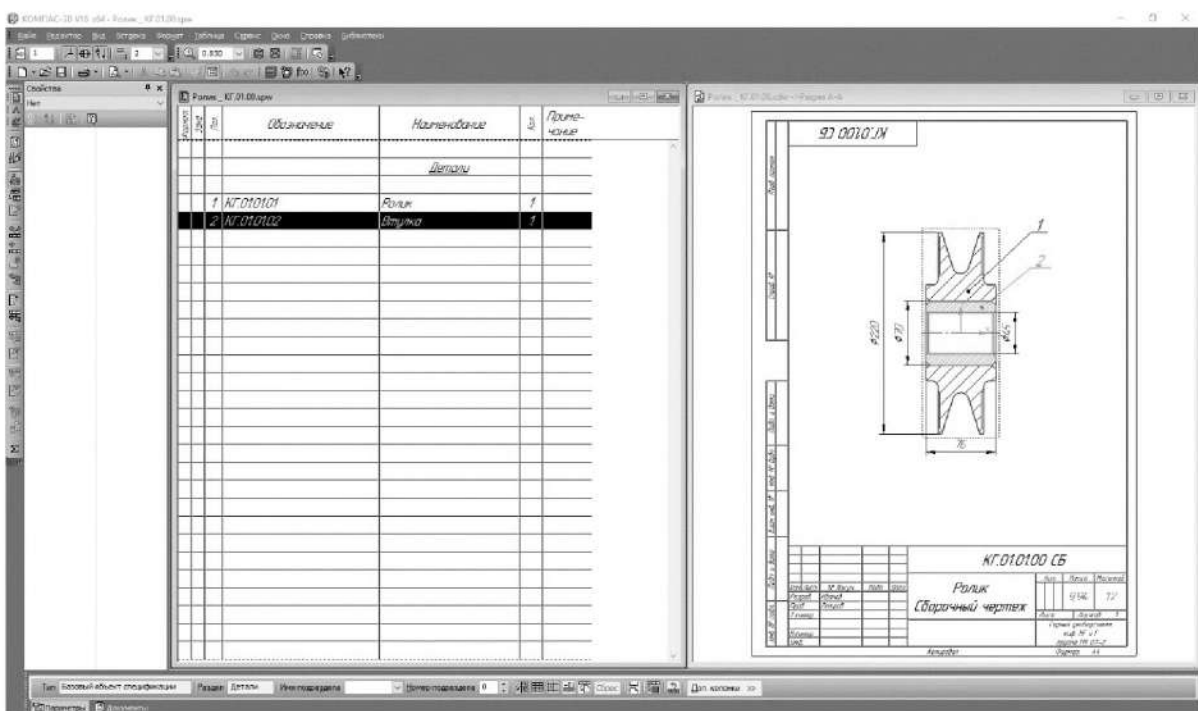

Рисунок 4.58. Просмотр состава детали «Втулка»
3.4.3 Просмотрите состав объекта *Втулка*. Для этого сделайте его текущим в окне спецификации (рисунок 4.58).